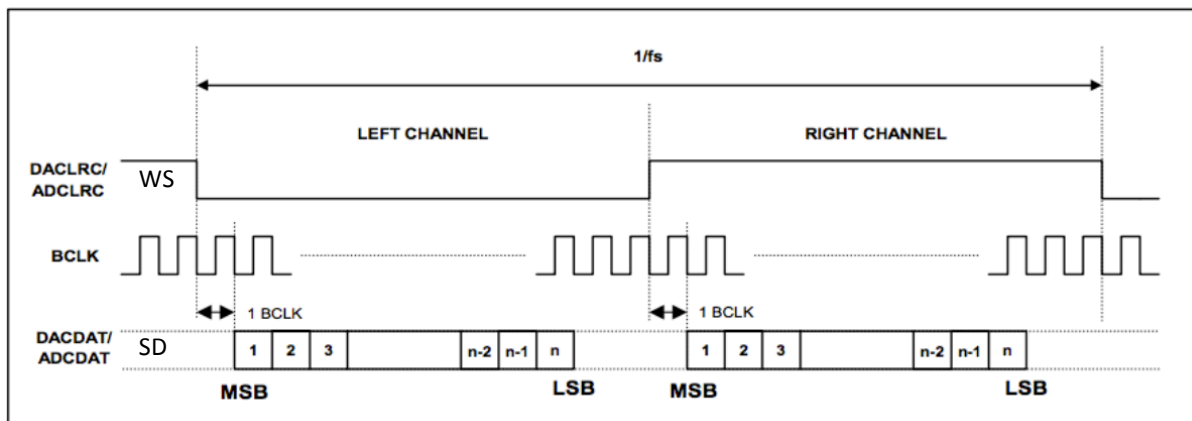

Abbildung 1: Zeitverlaufdiagramm der I²S-Signale
Die I²S-Schnittstelle wurde 1986 von Philips veröffentlicht und entstand in Zusammenhang mit der Entwicklung von digitalen Audio-Geräten, die zu diesem Zeitpunkt auf dem Markt eingeführt wurden. Der optische Audio-Ausgang am CD-Spieler ist eine Abwandlung der I²S-Schnittstelle. Innerhalb von Geräten findet I²S-Anwendung als Schnittstelle zwischen Mikroprozessoren oder DSPs- und DA/AD-Wandlern. Im DTP2 Projekt wird die I²S-Schnittstelle zwischen dem FPGA und dem Audio-Codec eingesetzt. Abbildung 1 zeigt ein typisches Zeitverlaufdiagramm der I²S-Signale.
Die I²S-Schnittstelle beruht auf den Signalen, die in Abbildung 1 ersichtlich sind und im Folgenden erläuterten werden.
- Das MSB des linken Kanals wird erst nach einer BCLK-Periode nach der fallenden Flanke von BCLK ausgegeben (siehe Abbildung 1). Nachdem die Daten des linken Kanals komplett übertragen wurde, werden auf den SD-Leitungen bis zum Beginn des nächsten Audio Samples Nullen übertragen. Somit ist die Schnittstelle nicht nur auf eine Bitbreite beschränkt, sondern kann auch eine unterschiedliche Anzahl von Datenbits übertragen. Im DTP2-Projekt werden 16 Datenbits übertragen.